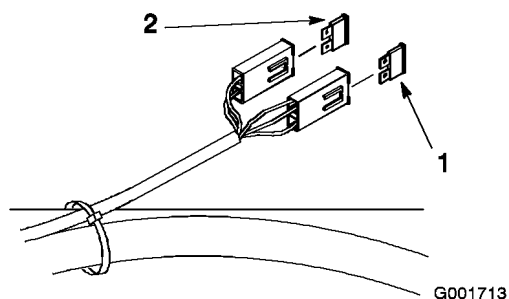

Figure 42
1. Déverrouillez et soulevez le siège pour accéder au porte-fusibles (Figure 42).
3. Remplacez le fusible (Figure 42).